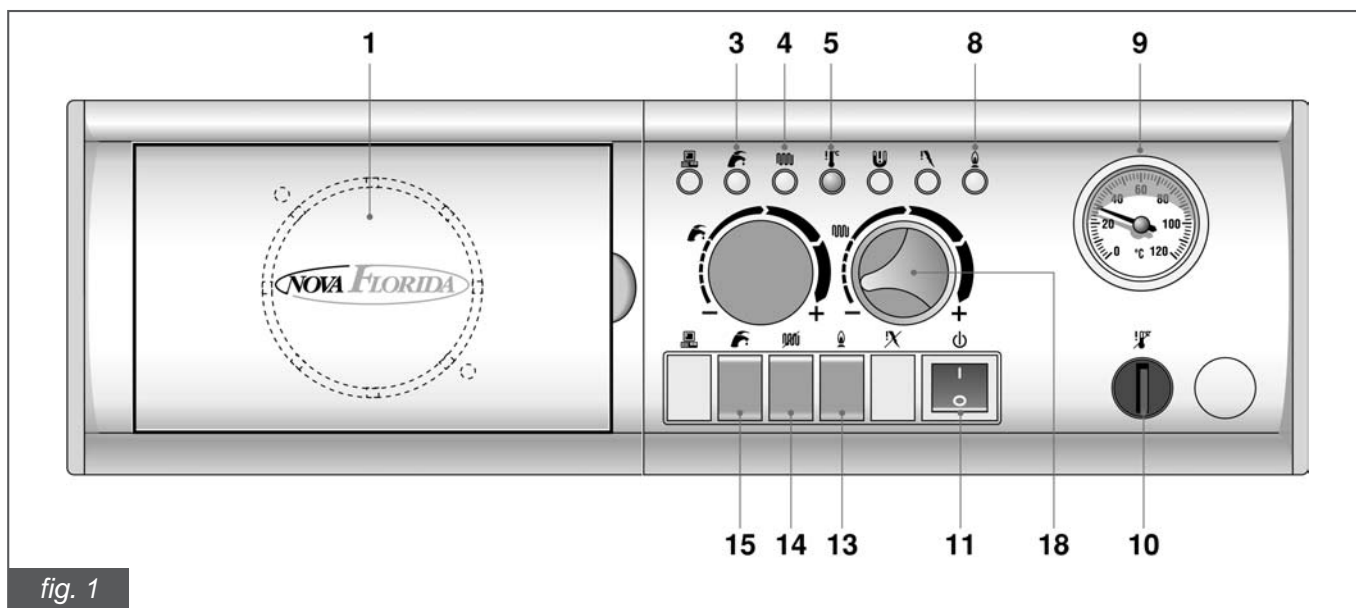

fig. 1
1.2 Funcionamiento de la caldera (fig.1)